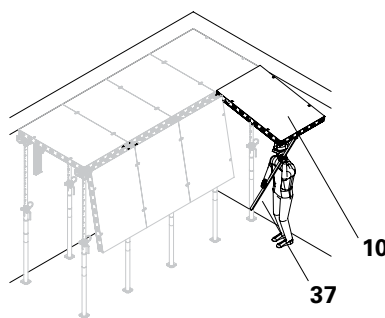
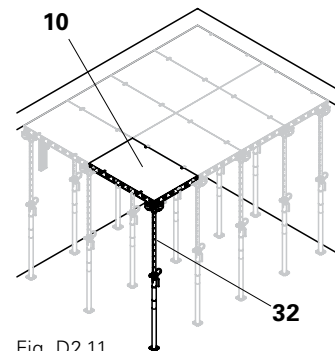

Fig. D2.10
Fig. D2.11
2. Sollevare il primo pannello con l'asta di montaggio DUO (37) e puntellarlo con l'asta. (Fig. D2.10)
3. Inserire in obliquo il puntello con la testa d'appoggio DFH (32) alla fine del pannello, quindi metterlo a piombo spingendolo verso l'esterno. Distanza 1,35 m.
5. Procedere allo stesso modo con gli altri pannelli DP (10). (Fig. D2.11)